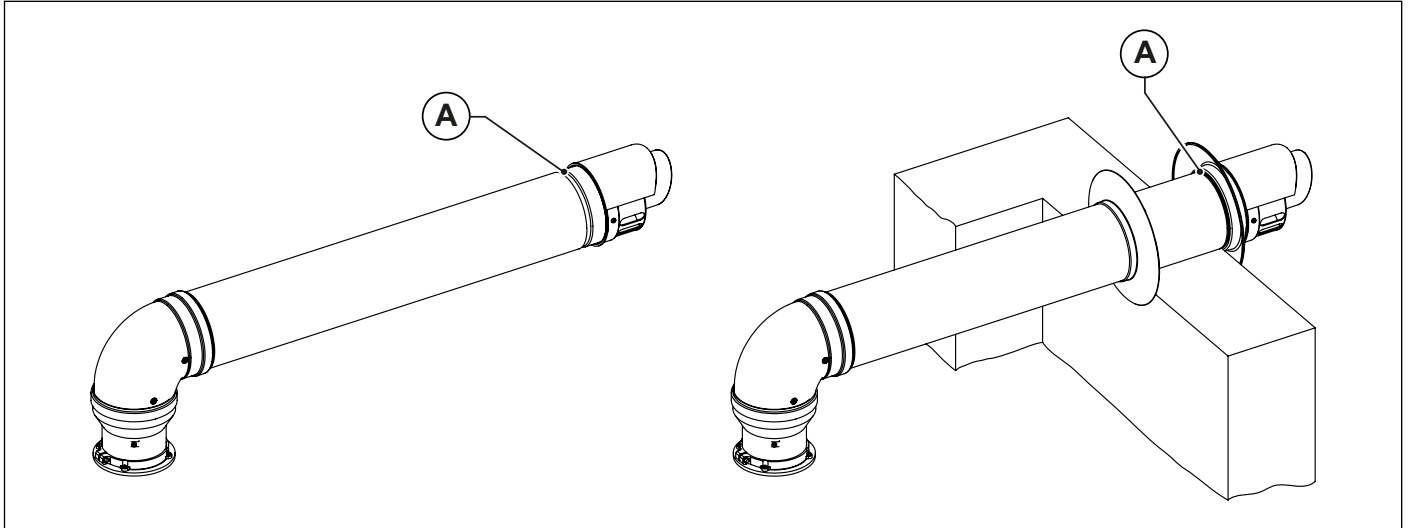

Fig. 12 Installazione terminali a parete
I terminali di aspirazione aria e scarico fumi, sdoppiati e coassiali, nella parte finale sono dotati di una gola (A) per il fissaggio del rosone esterno (vedi Fig. 12 Installazione terminali a parete).